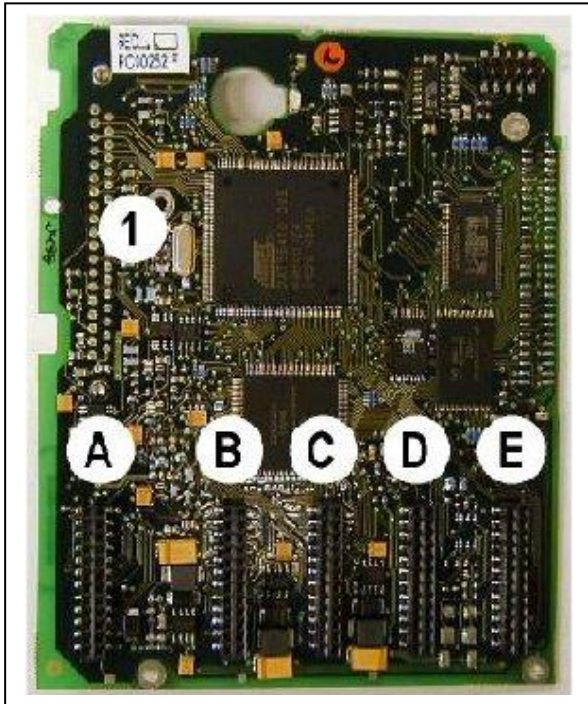
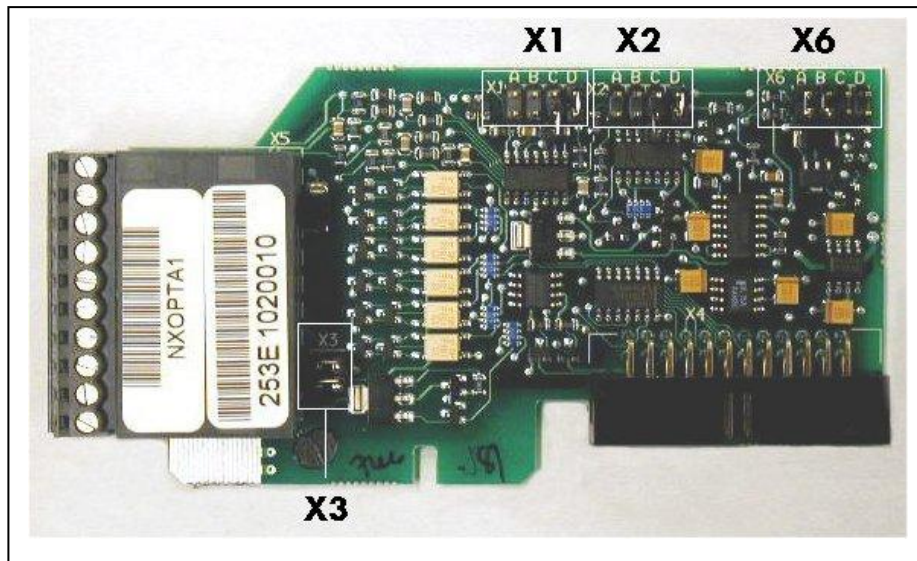

Bild 6-13. Steuerplatine
Bild 6-20. Steckbrückenblöcke auf der OPT-A1-Karte
Die Steuereinheit des Wechselrichters besteht aus der Steuerplatine sowie Optionskarten (siehe Bild 6-13 und Bild 6-20), die an die fünf Steckplätze (A bis E) der Steuerplatine angeschlossen werden. Die Steuerplatine ist über einen D-Anschluss mit der Leistungseinheit verbunden (1).